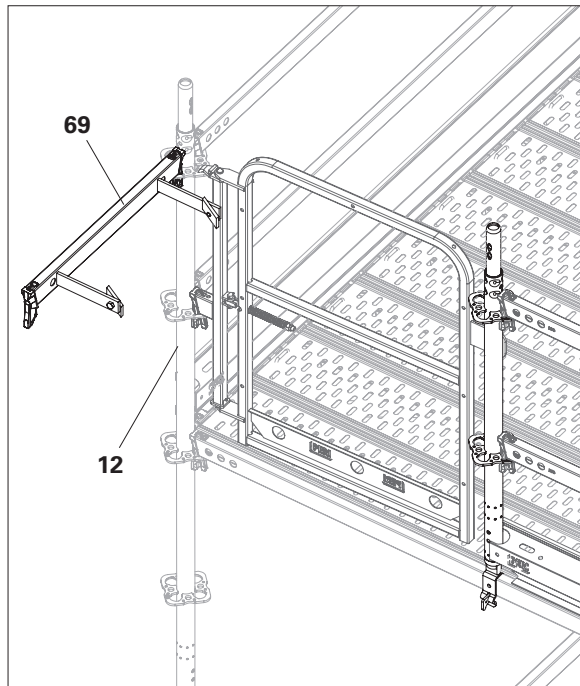

Fig. A9.12a
1. Inserire due attacchi scala UAC-2 (69) sui montanti verticali (12) rigidi alla torsione nelle rosette e serrare i cunei con un martello. (Fig. A9.12a)